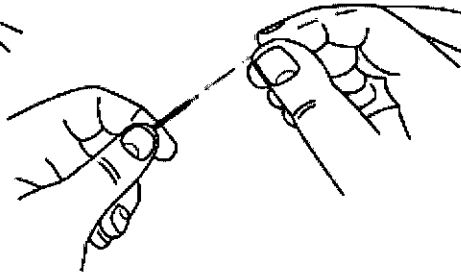

Figura 15
- Hacer avanzar con cuidado el catéter dispensador sobre la guía dispensadora de filtro BareWire (figura 15). La guía dispensadora de filtro BareWire saldrá del catéter dispensador por el puerto de salida del catéter.